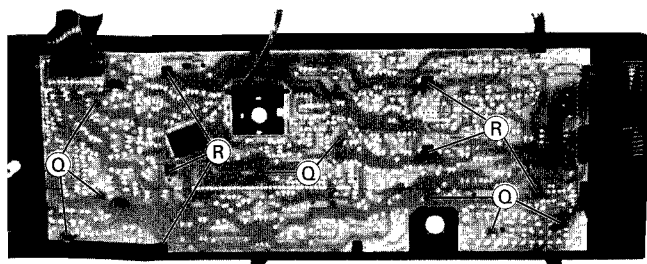

Fig. 13
- 8 Schrauben (Q) herauserschrauben. 6 Rastnasen (R) austrasten und die Frontplatte abnehmen (Fig. 13).
- Undo 8 screws (Q). Disengage 6 catches (R) and take off the Front Board (Fig. 13).